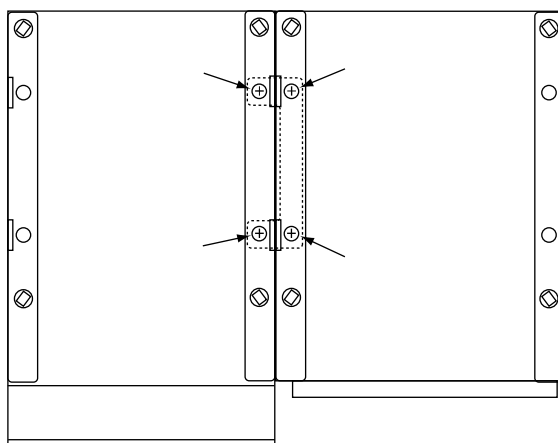

Figura 2-3. Collegamento del telaio alimentazione e del controller nella parte superiore
1. Porre le due unità una vicina all'altra. Disinserire l'alimentazione verso ogni unità e staccare il cavo di alimentazione. Rimuovere il coperchio superiore da entrambi. Vedere la Figura 2-3